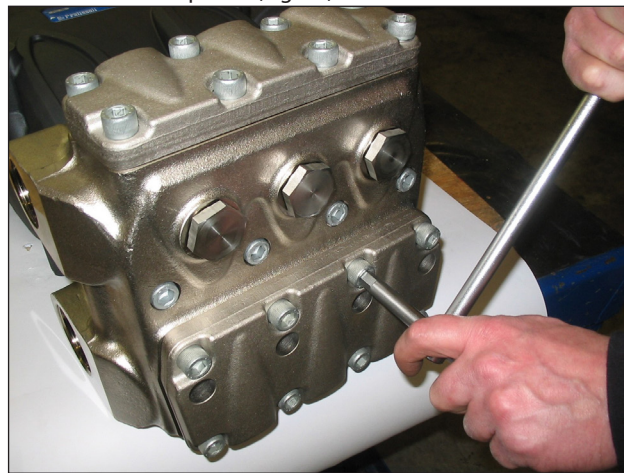

Fig. 34
- Svitare le 8 viti M12x35 fissaggio coperchi valvole e rimuovere i coperchi (Fig. 34).